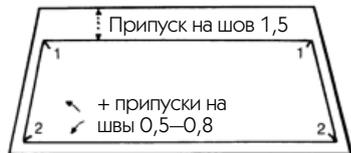

Рис. 514
1. На лекале изделия начертите отворот в выбранном месте и той формы, которая требуется для модели. Укажите направление долевой нити, затем воспроизведите чертеж на другом листе бумаги (точки 1/1 и 2/2, рис. 514).
— Раскройте, обозначьте или предусмотрите равномерные припуски на швы в зависимости от выбранного вами способа работы, но запомните, что по верхнему краю клапана желательно оставить припуск на шов 1,5 см (рис. 514).